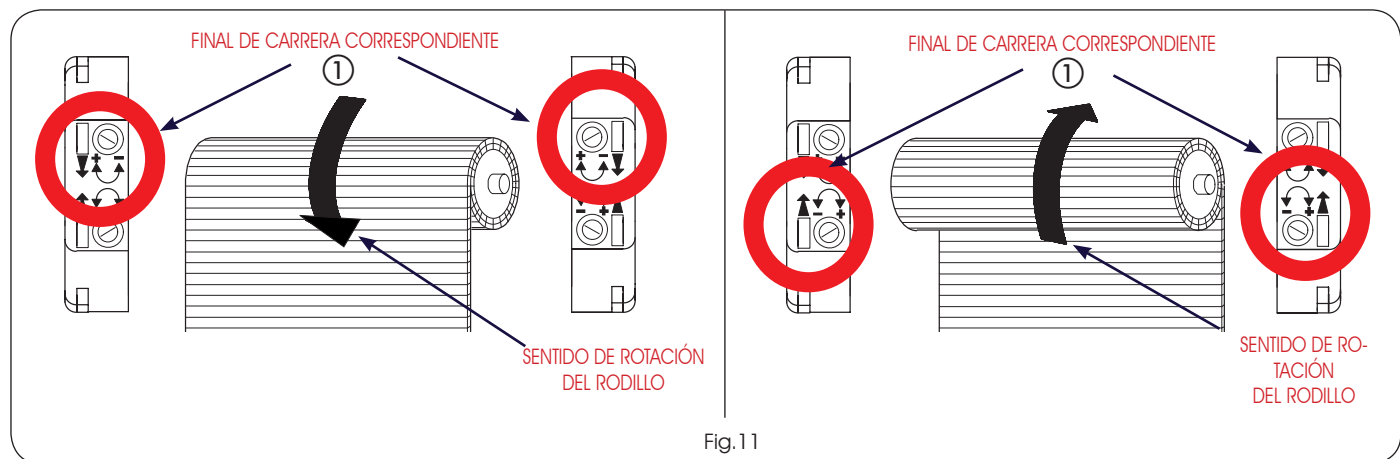

Fig.11
- 2) Con el útil de regulación, gire el tornillo del final de carrera correspondiente al sentido de rotación de bajada del rodillo (Fig.11 ref.①), hacia el signo "más" (+) para aumentar la carrera de la persiana, y hacia el signo "menos" (-) para disminuirla.